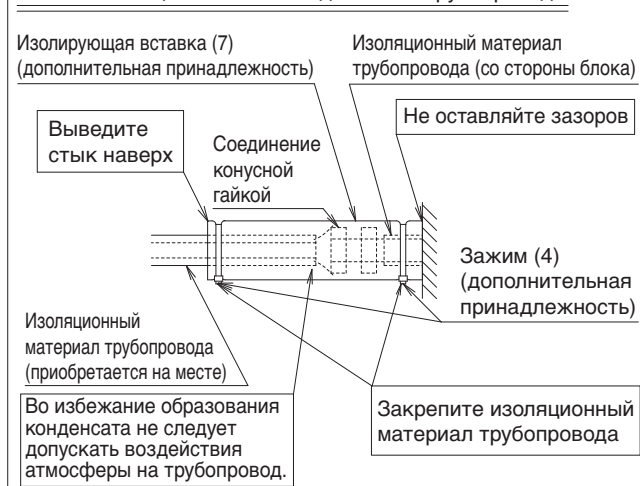

Рис. 15
- После проверки на предмет протечки, см. рис. 15, изолируйте соединение газового и жидкостного трубопровода с помощью прилагаемого соединительного изоляционного материала (6) и (7), чтобы предотвратить воздействие на трубопровод. Затем зафиксируйте оба конца изоляционного материала зажимом (4).
- Оберните изоляционный материал (маленький) (9) вокруг изолирующей вставки (6) (секция с конусной гайкой) только со стороны газового трубопровода.
- Стык изоляционных вставок (6) и (7) следует вывести вверх.